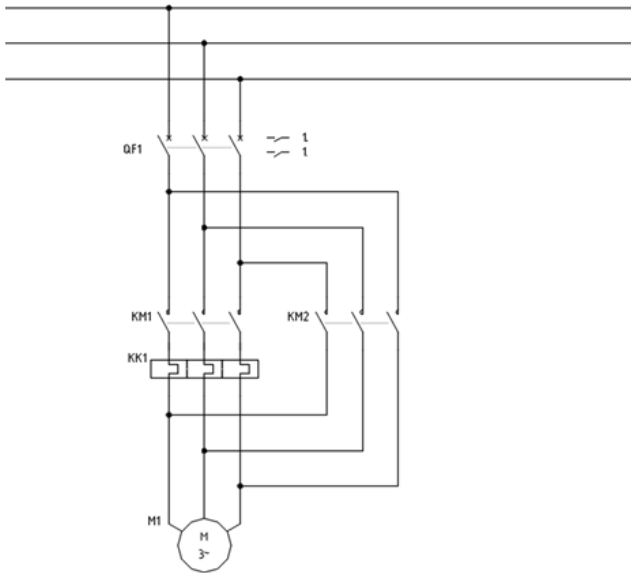

Рисунок 3.5 - Розміщення компонентів на схемі
24. Аналогічним чином самостійно добудуйте схему, як показано на рис. 3.5. При з'єднанні контактів **КМ2** з вертикальною шиною використовуйте команду **Многопроводная шина** і ключі **О** - *Отразить* (для усунення перетину проводів) і **П** - *Продолжить* (для продовження операції і фіксації поточного місця).